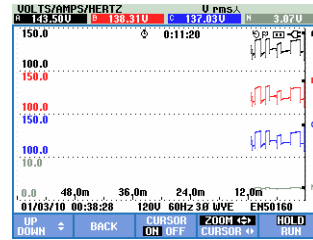

Figura 23-6. Tela de tendência com cursor e zoom ativados
- Pressione F4 novamente para atribuir as teclas de seta à operação de zoom. As teclas de seta para esquerda/direita podem ser usadas agora para estender e encolher as tendências horizontalmente, conforme mostrado na figura 23.6. As teclas de seta para cima/para baixo fazem isso na direção vertical. Se o cursor estiver ativo, o zoom horizontal funcionará de modo simétrico perto do cursor; quando o zoom horizontal estiver inativo, operará do lado direito da tela.